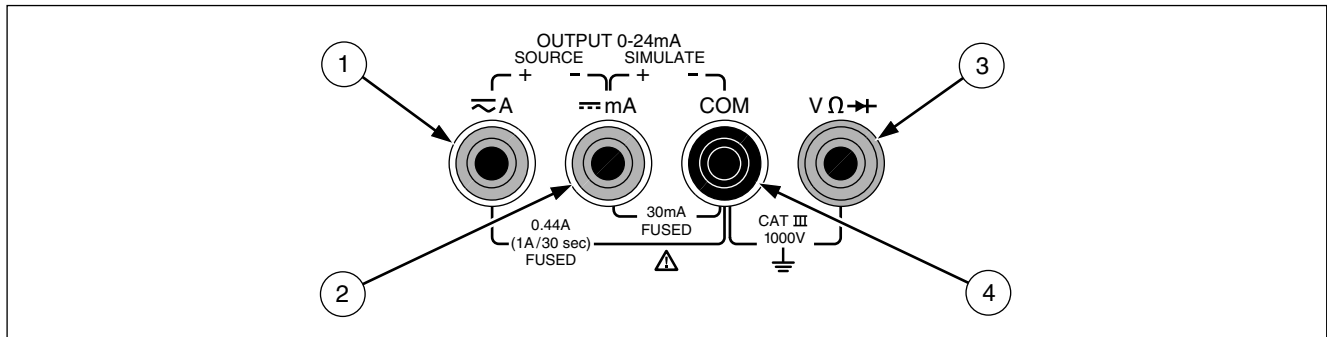

Abbildung 2. Meßgerätanschlüsse
- Abbildung 2 und Tabelle 2 beschreiben die Meßgerätanschlüsse.